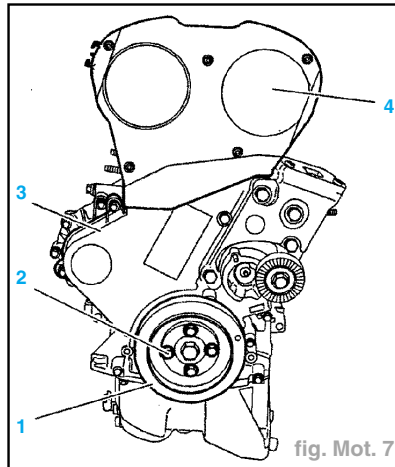

fig. Mot. 7
- Déposer (fig. Mot. 7) :
- les vis (2),
- la poulie (1),
- le carter de distribution supérieur (4),
- le carter de distribution inférieur (3).
- Reposer (fig. Mot. 7) :
• le carter inférieur de distribution (3),
• le carter supérieur de distribution (4),
• la poulie de vilebrequin (1),
• les vis (2).
- Préserrer les vis (2) à 1,5 daN.m.
- Serrer les vis (2) à 2,1 daN.m.